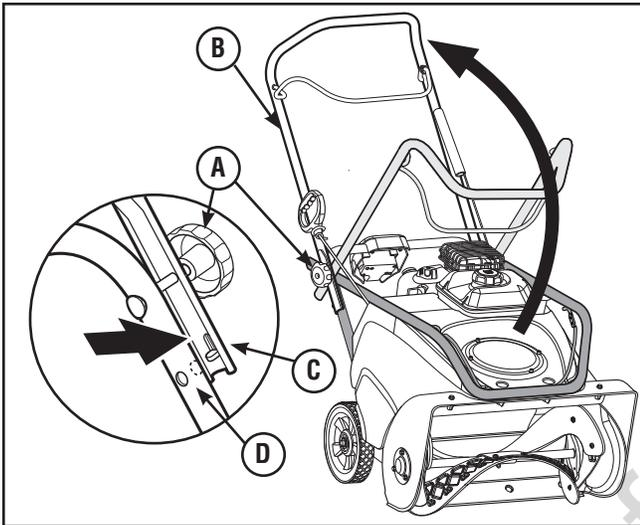

Figure 5
1. Desserrer, mais ne pas enlever les boutons (A, Figure 5) sur les deux côtés de la poignée supérieure.
2. Levez la poignée supérieure (B) à la position de fonctionnement, afin d'insérer les languettes (C) de la partie inférieure de la poignée dans les trous (D) et les bloquer en place.